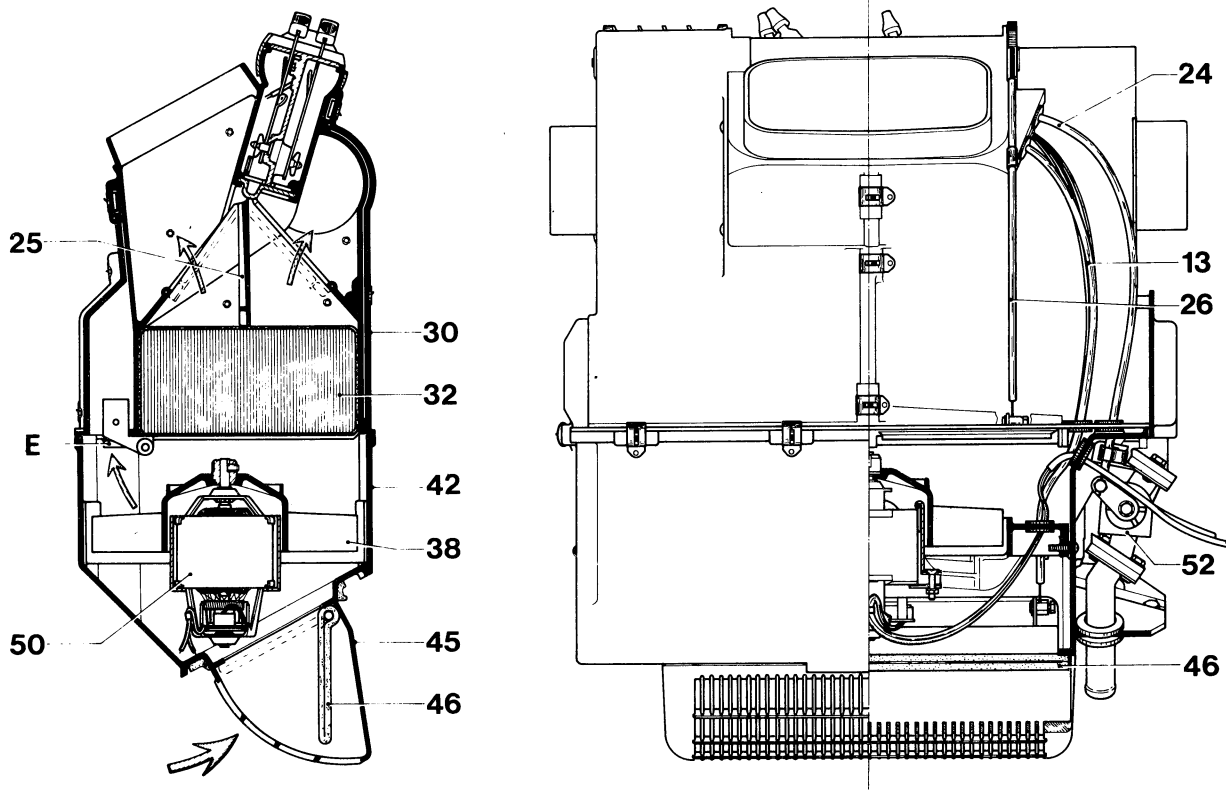

Fig. 3
- F Klep 46 gesloten (gestippelde positie fig. 3).
- O Klep 46 open (positie fig. 3)
In de stand A is de kachelkraan 52 geheel gesloten en in stand B geheel geopend. (zie ook fig. 3)